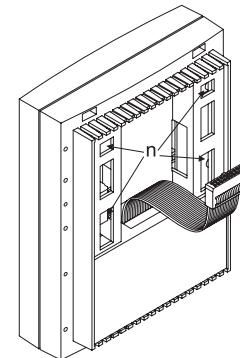

Fig.4
- avvicinare il videocitofono alla placca di fissaggio facendo corrispondere le aperture "n" (Fig.4) ai ganci "m" (Fig.3) quindi spingere il videocitofono verso il basso fino all'aggancio come suggerito dalle frecce in figura 3.
- Place the videophone "h" against the 4 hooks "m" on the mounting plate "c" (in line with the 4 openings "n" on the rear side of the videophone Fig. 4) and push down as suggested by the pointers in Fig. 3, the videophone will lock into place;